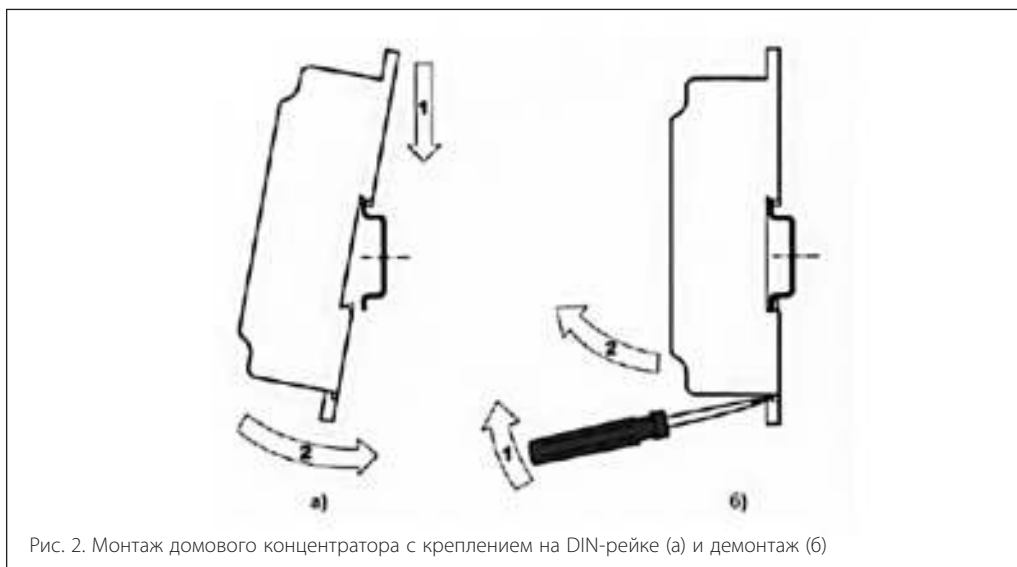

Рис. 2. Монтаж домового концентратора с креплением на DIN-рейке (а) и демонтаж (б)
- Приложить домовый концентратор к DIN-рейке, как показано на рис. 2а, и защелкнуть в направлении стрелки 2.
Для снятия домового концентратора с DIN-рейки необходимо вставить острие отвертки в проушину защелки (рис. 2б) и отжать защелку по стрелке 1, после чего снять корпус прибора с DIN-рейки по стрелке 2.